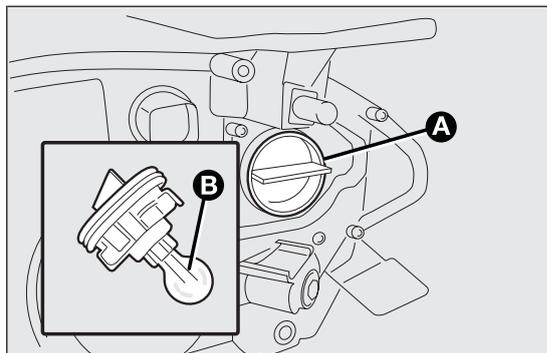

fig. 161
- extraer la lámpara B fig. 161 y sustituirla;